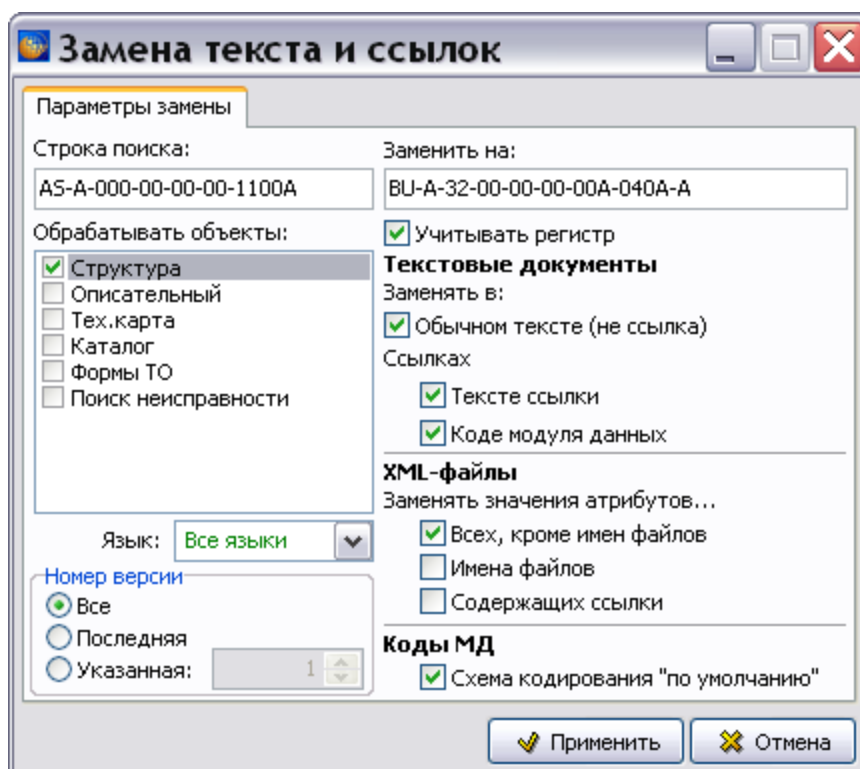

Рис. 21.8
2. В правой части диалогового окна **Структура раздела** выберите инструмент **Замена строк в CSDB** . При этом появится окно **Замена текста и ссылок** (Рис. 21.8).